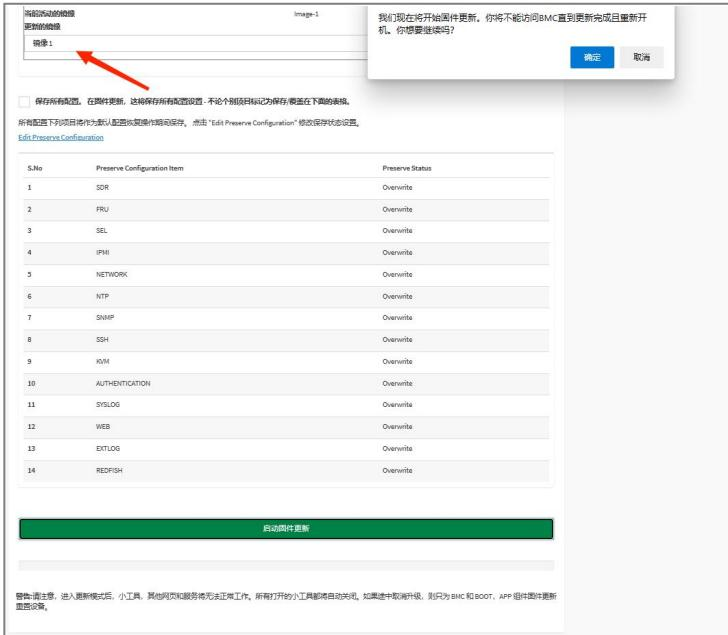

图 5.12-8： 固件更新 4
3. 根据需要选择对应的镜像。默认选择不保存配置，如有特别需要，根据自身需求勾选保存配置，再次点击最下方的“启动固件更新”，点击“确定”并等待固件上传，如图 5.12-8